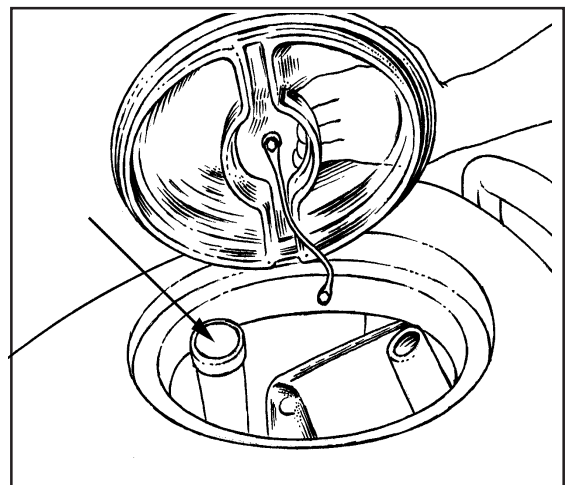

Abb. 24
5. Vergewissern Sie sich, daß der Siebfilter über dem Vakuummotor sauber und an Ort und Stelle ist. Siehe Abb.24.